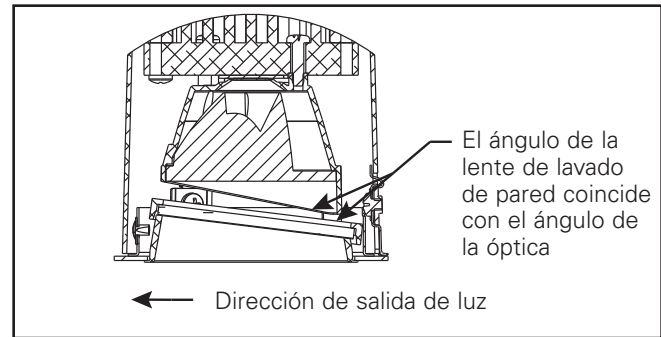

Figura 9
2. Para una instalación apropiada de la moldura de lavado de pared, (consulte la Figura 9).
2. Retire la cubierta de la caja de empalmes (Figura 9.).